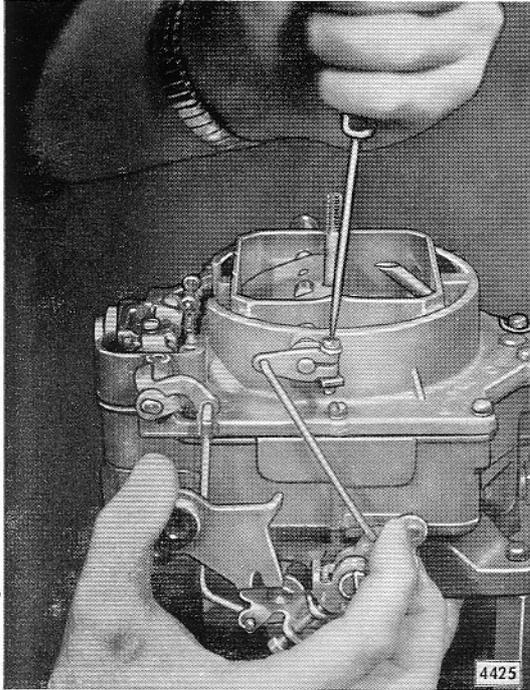

Bild D 52 - Luftklappe fest geschlossen halten und Klemmschraube für Luftklappenhebel festziehen
- b) Luftklappe fest geschlossen halten, linke Luftklappenverbindungsstange (D 51/3) nach oben ziehen um Spiel zu beseitigen und in dieser Stellung Klemmschraube für oberen Luftklappenhebel links festziehen (Bild D 52).